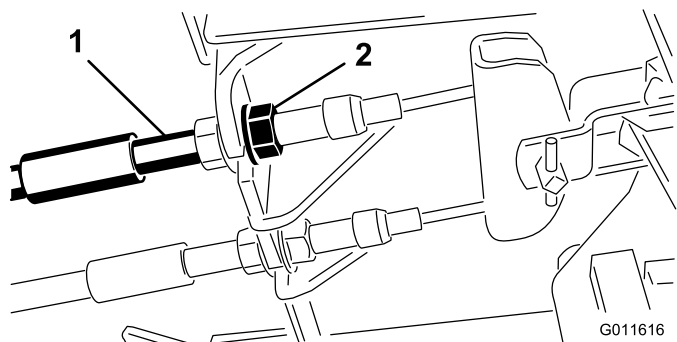

Figura 65
1. Para reduzir a folga dos pedais dos travões, aperte os travões despertando a porca dianteira que se encontra na extremidade roscada do cabo dos travões (Figura 65).